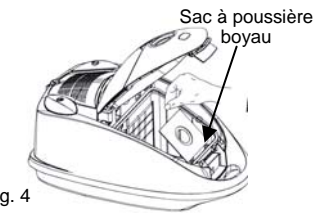

Fig. 4
3. Tout en tenant le sac à poussière HEPA dans la main, glissez-le fermement entre les fentes du porte-sac. (Fig. 4)